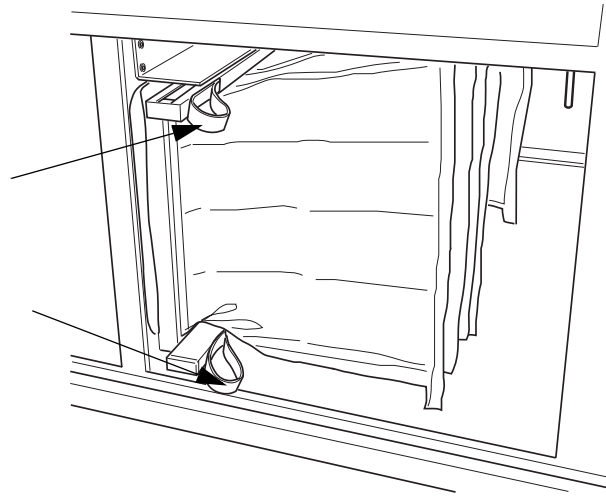

Bild 3. Byte av filter
1. Ta bort det gamla filtret genom att dra i de röda stropparna (se bild 3), så att filtret lossnar från sin infästning. Ta bort filtret från filterhållaren.